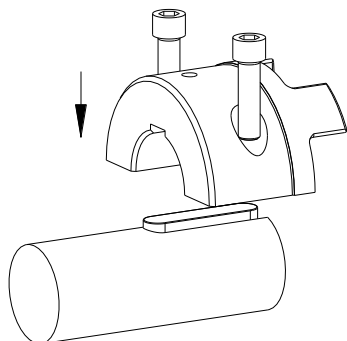

Figura 7
- Inserire il semiguscio superiore del primo mozzo SPLIT con viti a testa cilindrica inserite sull'albero (vedi figura 7).